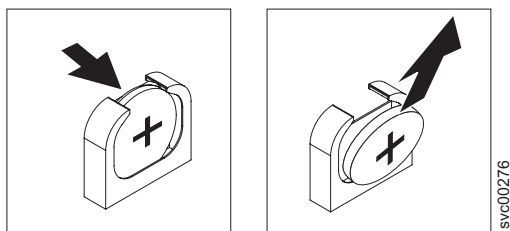

図 138. SAN ポリウム・コントローラー 2145-8G4 CMOS バッテリー・ホルダー
5. 図 138に示すように、CMOS バッテリーを取り外します。